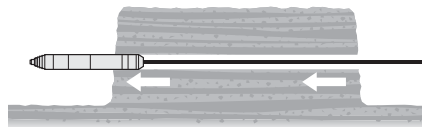

Figura 10 – Agujero perforado en tierra
5. Conecte la manguera de aire al adaptador en el cono del Sistema de inspección CROSSCHEK (*Figura 10*). La manguera de aire debe contar con un conector giratorio que impida que la manguera se tuerza o atasque. No tuerza el CROSSCHEK ni la varilla de empuje mientras le acopla la manguera de aire.